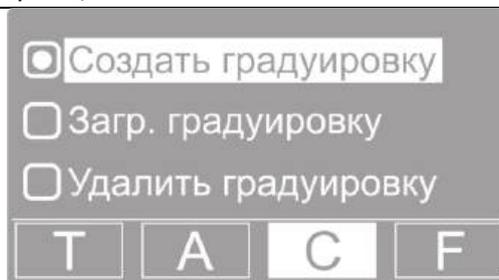

Рисунок 12 - Меню работы с градуировками.
3. Используя кнопку **РЕЖИМ** перейдите в режим C. На дисплее отобразится меню работы с градуировками (Рисунок 12).